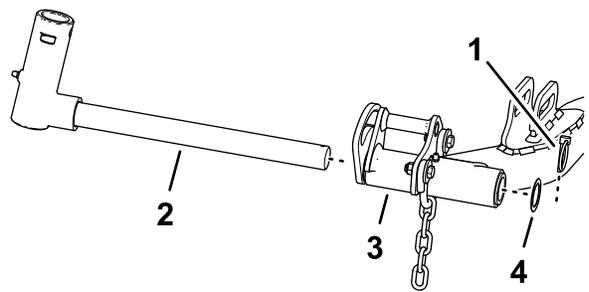

Figura 25
- Rimuovete la coppia ad anello e la rondella che fissano la forcella rotante al braccio di sollevamento, e fate scorrere l'albero estraendolo dal braccio di sollevamento (Figura 25).